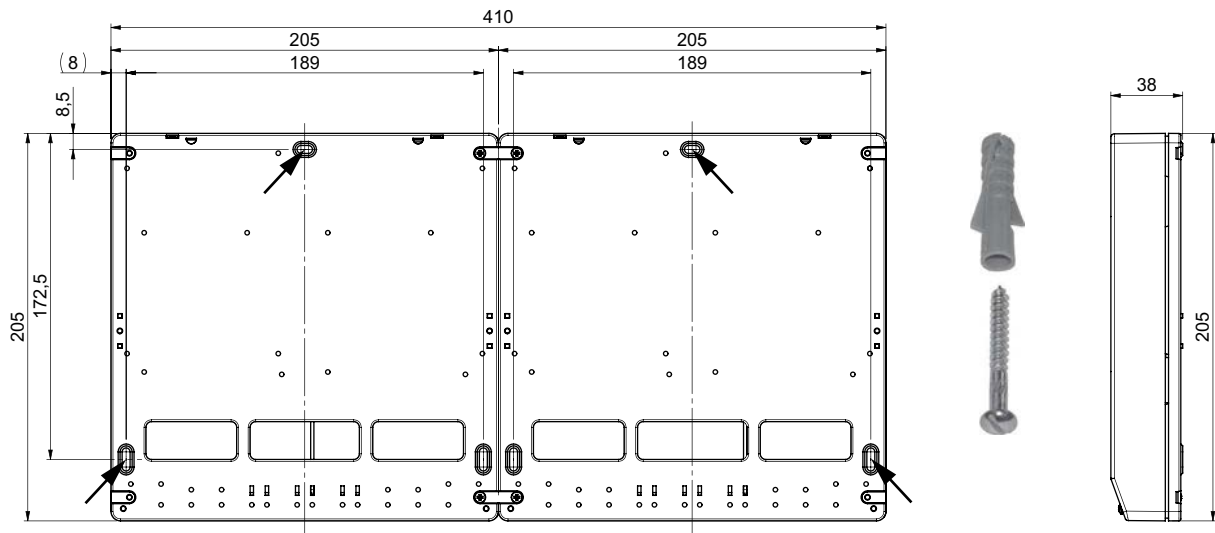

Fig. 54 Maßskizze - Ansicht von hinten
- Montagelöcher (Ø 6 mm) laut Skizze (Fig. 54) in die Mauer bohren .